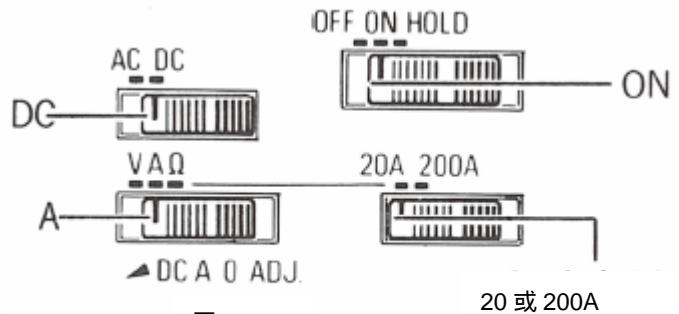
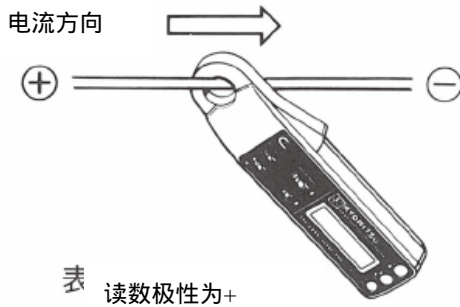

图 1
图 2
- (1) 如图 1 所示设置全部选择开关。
- (2) 测量直流电流前，旋转直流电流零位调整钮 (3) 将显示屏调零。每次测量前记性零位调整以确保读数精确，更换量程原来的零位调整无效，因此更换量程后，必须重新调零。
- (3) 按下钳口扳手，打开传感器钳口并夹住一条导体，读取显示屏上数据。
- (4) 直流电流如图 2 所示，从仪器上部流向下部时，电压读数为+。